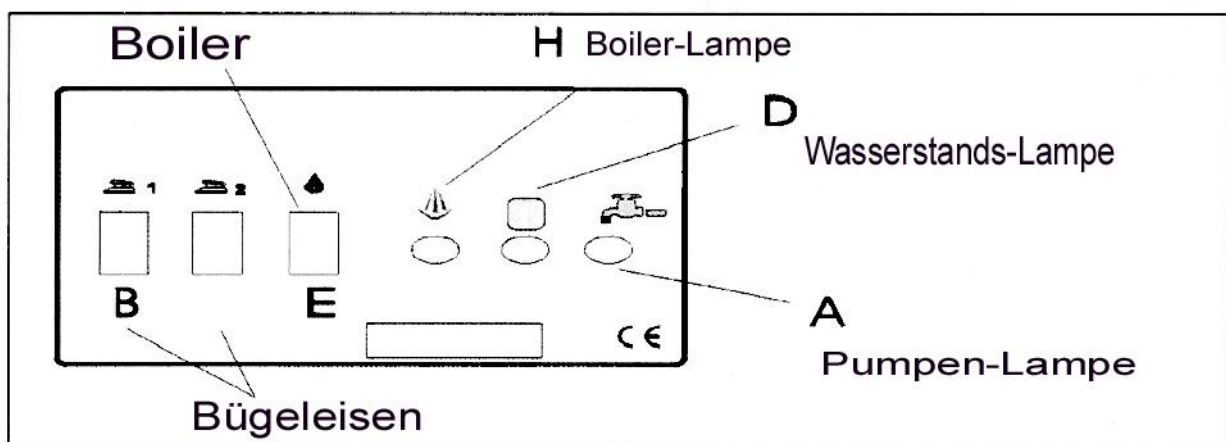

Abb. 1
- 3. Stecken Sie den Netzstecker ein und schalten Sie den Dampfkessel mittels Schalter „E“ (Abb. 1) und die/das Bügeleisen mittels Schalter „B“ (Abb. 1) ein.**
- 4. Das Gerät befüllt jetzt seinen internen Tank, es leuchtet die Pumpen-Lampe „A“ (Abb. 1) auf. Ist der optimale Wasserstand im Tank erreicht, erlischt die Lampe „A“ und die Boiler-Lampe „H“ (Abb. 1) und die Wasserstands-Lampe „D“ (Abb. 1) leuchten auf. Dies bedeutet, dass der zum Betrieb ideale Wasserstand erreicht ist, und der Boiler zu heizen beginnt.**
- 5. Warten Sie, bis das Gerät den Betriebszustand erreicht hat. Der Kessel sollte einen Druck von mind. 3,5 bar haben (Manometer) und die Boiler-Lampe „H“ (Abb. 1) erloschen sein, das Bügeleisen macht beim Erreichen der eingestellten Temperatur ein Klick – Geräusch. Während des Bügelns wird die Druckanzeige des Manometers immer wieder schwanken. Dies ist normal und bedeutet, daß neuer Dampf erzeugt wird. Eine Unterbrechung des Bügelns ist nicht nötig.**
- 11. Sobald der Wasserstand im internen Tank des PG AUT 05 unter das optimale Niveau fällt, erlischt die Wasserstands-Lampe „D“ (Abb. 1) und das Gerät pumpt automatisch Wasser aus dem Kanister in den Tank.**
- 12. Sollte die Pumpe längere Zeit in Betrieb sein, ohne dass die Wasserstands-Lampe „D“ (Abb. 1) wieder aufleuchtet, kann es sein, dass der Schlauch Luft zieht und die Wasserversorgung nicht mehr gewährleistet ist (Kanister leer, Schlauch hängt in der Luft, usw.). Fängt dann die Pumpen-Lampe „A“ (Abb. 1) zu leuchten an, müssen Sie den Boiler abschalten und Druck über das Bügeleisen ablassen. Die Pumpe funktioniert erst dann wieder, wenn der Kesseldruck vollständig entwichen ist. Steht das Manometer auf 0 Bar, können Sie den Boiler wieder anschalten und, nach der üblichen Aufwärmphase, wie gewohnt weiterarbeiten.**